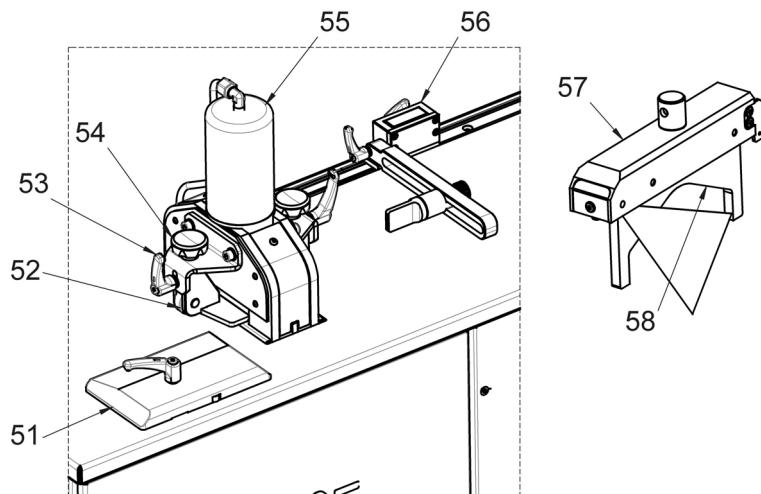

Рис. 9: Резка токовых шин
- Разблокировать рукоятки на боковой направляющей пластине (рис. 9, 51) и установить направляющую пластину в соответствии с шириной токовой шины.
- Отвинтить винты (рис. 9, 54) и рычаги для фиксации (рис. 9, 53) обоих прижимов и настроить прижимы на толщину заготовки.